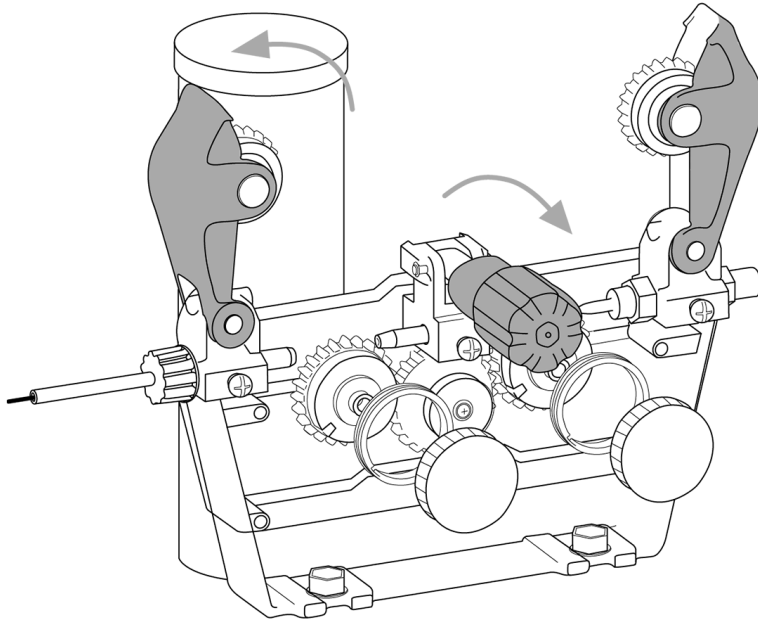

Рис. 8.4.1. Открытие механизма подачи проволоки.
1. Откройте механизм подачи проволоки подающего устройства. Потяните на себя механизм прижима, потяните вверх прижимной ролик (см. рис. 8.4.1).